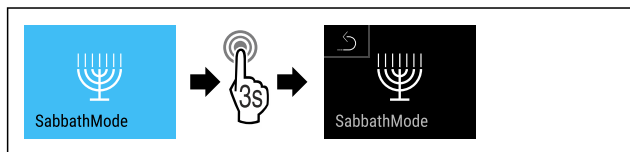

Fig. 15
- Udfør handlingstrinene (se Fig. 15) .